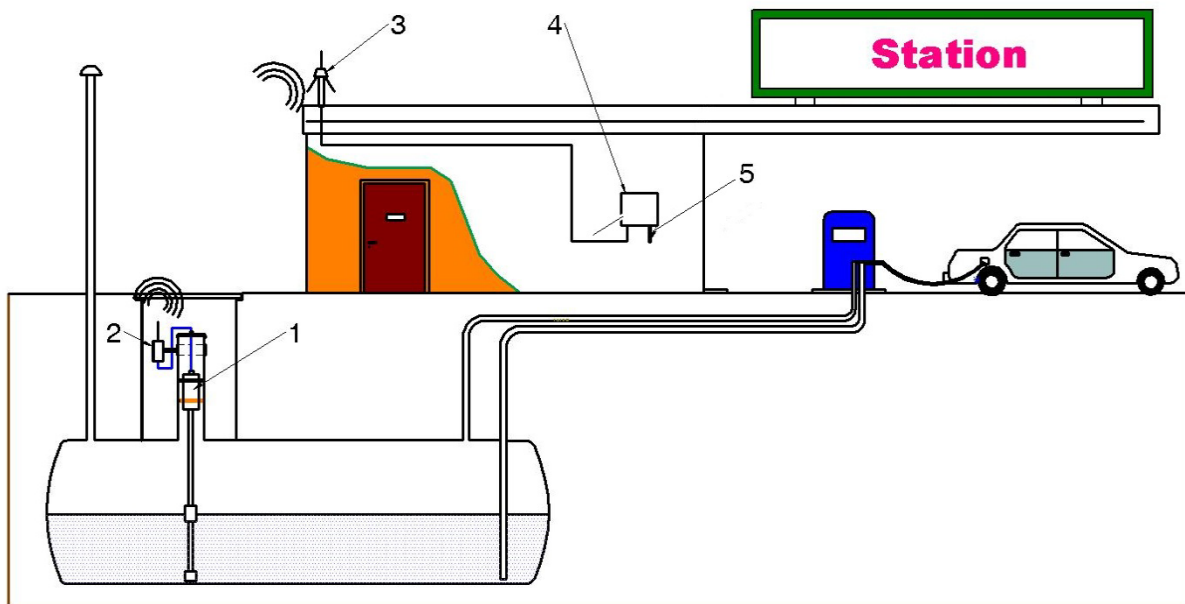

Abbildung 2: Typische Anordnung einer Tankstelle
Eine typische Tankstellenanordnung ist in der nachstehenden Abbildung 2 dargestellt. Der Sensor VISY-Stick (1) ist im Tank montiert. Der Sensor ist mit dem Sendemodul VISY-RFT-L (2) verbunden und wird über eine eigensichere Batterie im Inneren des VISY-RFT-L Sendemoduls versorgt. Das Sendemodul erzeugt Funksignale, die in den Abbildungen als Halbkreise dargestellt werden. Diese Funksignale werden über eine Antenne (3) empfangen und an das VISY-Command RF (4) über ein 50 Ohm Koaxialkabel weitergeleitet. Die ausgewerteten Daten können zur Anzeige an weitere Peripheriegeräte (VISY-View Touch, POS, BOS, ...) weitergeleitet werden.